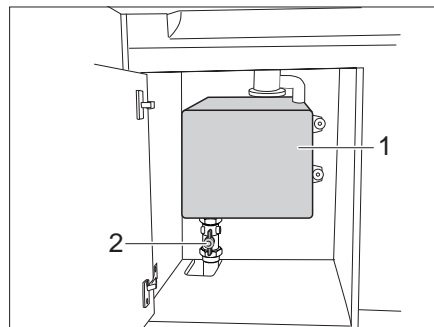

Bild 146 Innenliegender Abwassertank
- Kugelhahn (Bild 146,2) unter dem Abwassertank (Bild 146,1) öffnen. Das Abwasser wird in die Abwasserverrohrung des Caravans geleitet.